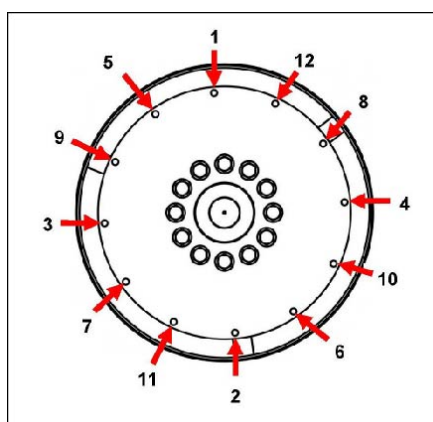

РИС. 15. ПОСЛЕДОВАТЕЛЬНОСТЬ КРЕПЛЕНИЯ
- Извлеките установочные штифты. Установите на место болты муфты, поместив под их головками усиленные стопорные шайбы. Затяните болты крепления диска муфты к маховику, соблюдая последовательность, указанную в Рис. 15 на стр. 27.